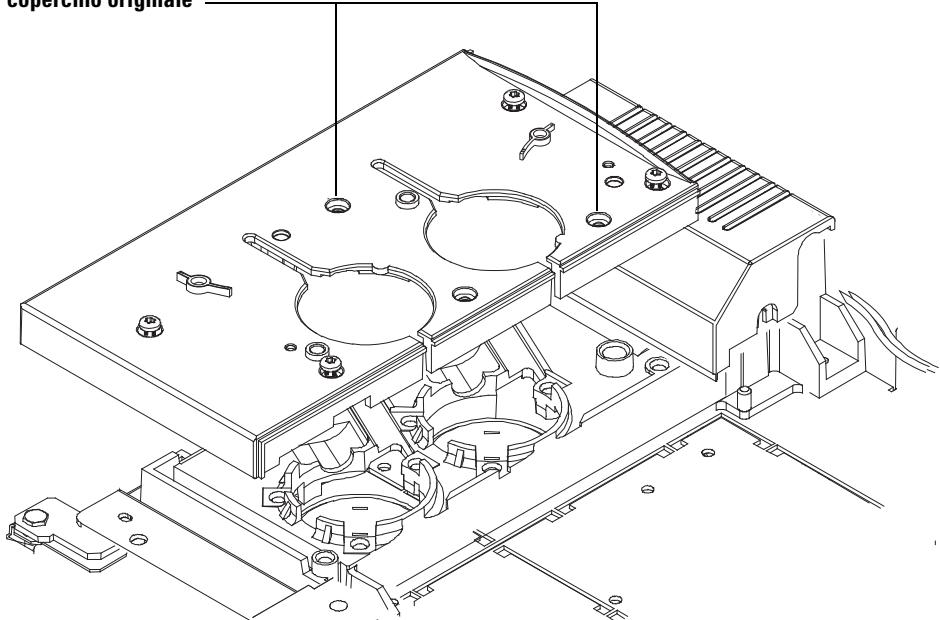

Figura 3 Rimozione del coperchio della porta di iniezione e del coperchio della ventola dell'ingresso (GC serie 6890)
- 4 Fissare il coperchio della porta di iniezione sostitutivo utilizzando due viti del coperchio originale nei rispettivi alloggiamenti (Figura 3).